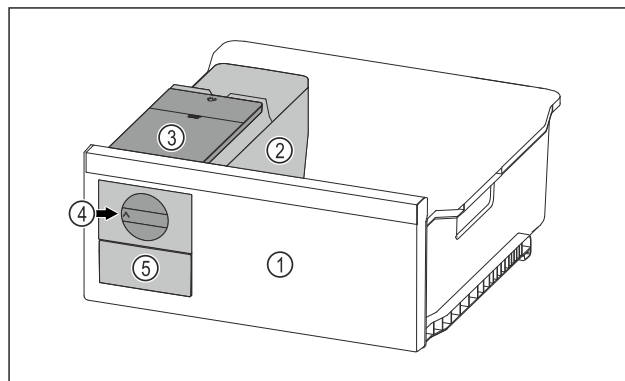

Fig. 128 Vejledende illustration
- Drej drejeknappen Fig. 128 (4) med uret indtil anslaget.
- Isterninger falder ud af isterningebakken og ned i isterningeskuffen Fig. 128 (5).